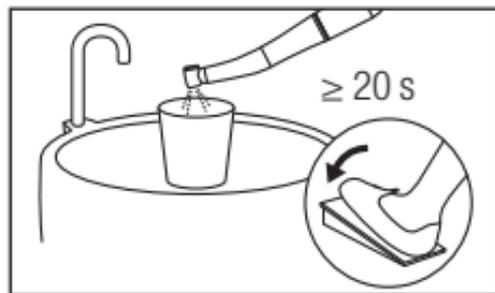

Fig. 15
- 4 Faites fonctionner la pièce à main du côté fauteuil pendant au moins 20 secondes afin de purger tout liquide présent dans la pièce à main (Fig. 15).